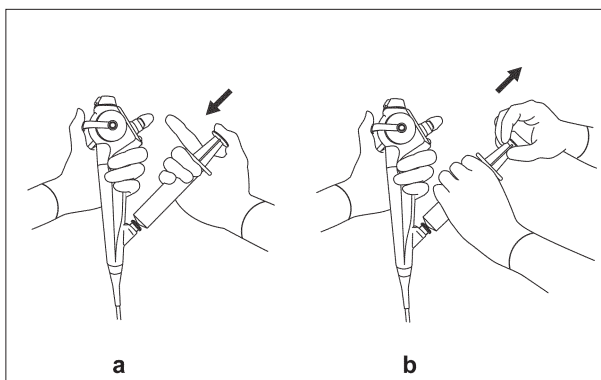

Рис. 4.6
2. Нажмите на поршень для введения жидкости для лаважа в инструментальный канал (см. рис. 4.6 а).
3. При присоединённом шприце медленно оттяните поршень шприца для аспирации жидкости после проведения лаважа (см. рис. 4.6 б).